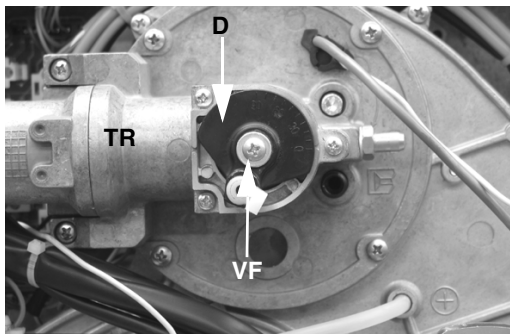

Fig. 21: Posición estándar
- 9 Girar el disco **D** que fija la válvula mariposa, procediendo como sigue Fig. 21.